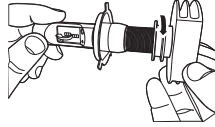

Figura 3
- Desenrosque el dissipador término del faro LED4 como se muestra en la figura 3.